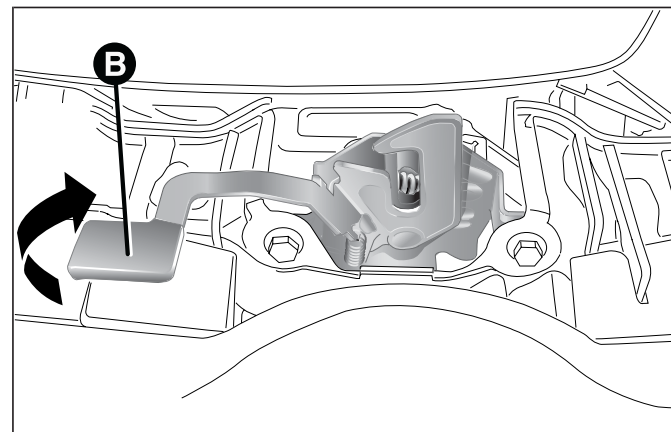

fig. 62
- spostare verso sinistra la leva B fig. 62 come indicato in figura;